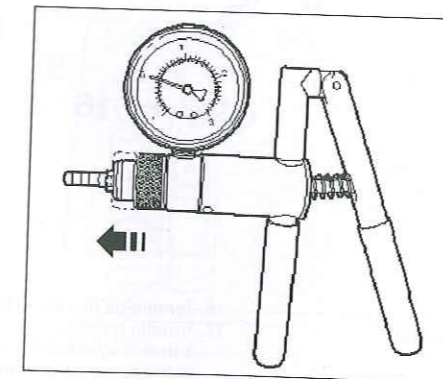

Fig. 61
- Manipular 5 veces la bomba de vacío [1] (flecha) para que la regulación de depresión de sobrealimentación en el turbocompresor quede móvil (Fig.61).